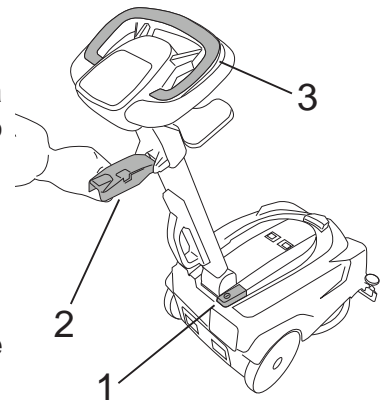

Fig.16
- Prima o interruptor geral (Fig.16-Ref.1).
- Baixe o squeegee através da alavanca (Fig.16-Ref.2).
- Acione a alavanca de comando da escova (Fig.16-Ref.3).
- Levante o squeegee através da alavanca (Fig.16-Ref.2).